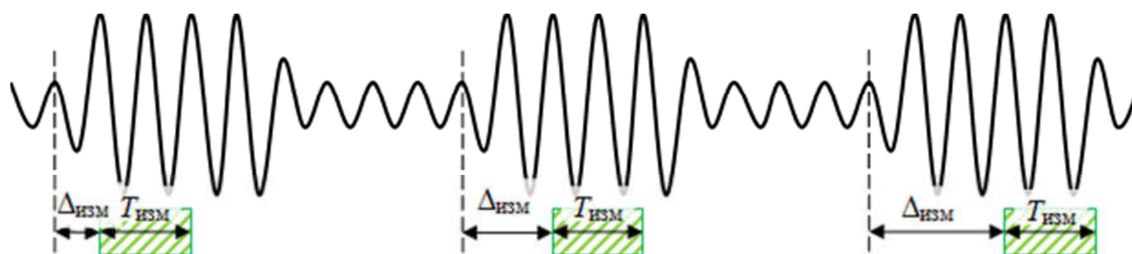

Рисунок 2.230 – Измерение профиля импульса с изменением задержки
- измерение в режиме «Профиля импульса» путем изменения задержки в импульсном режиме с заданным шагом (рисунок 2.230).
2.3.5.11.10 Метод измерения профиля импульса выполняется в импульсном режиме на фиксированной частоте и заключается в перемещении точки «Старт обзора», т.е. окна «незануления» (рисунок 2.230).